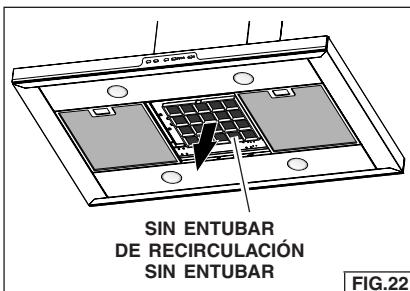

FIG.22
- Para retirar el filtro de CARBÓN, sujetelo y presione la lengüeta del filtro hacia la parte posterior de la campana. Tire del filtro hacia abajo para desprenderlo de las lengüetas posteriores del filtro. Fig. 22.